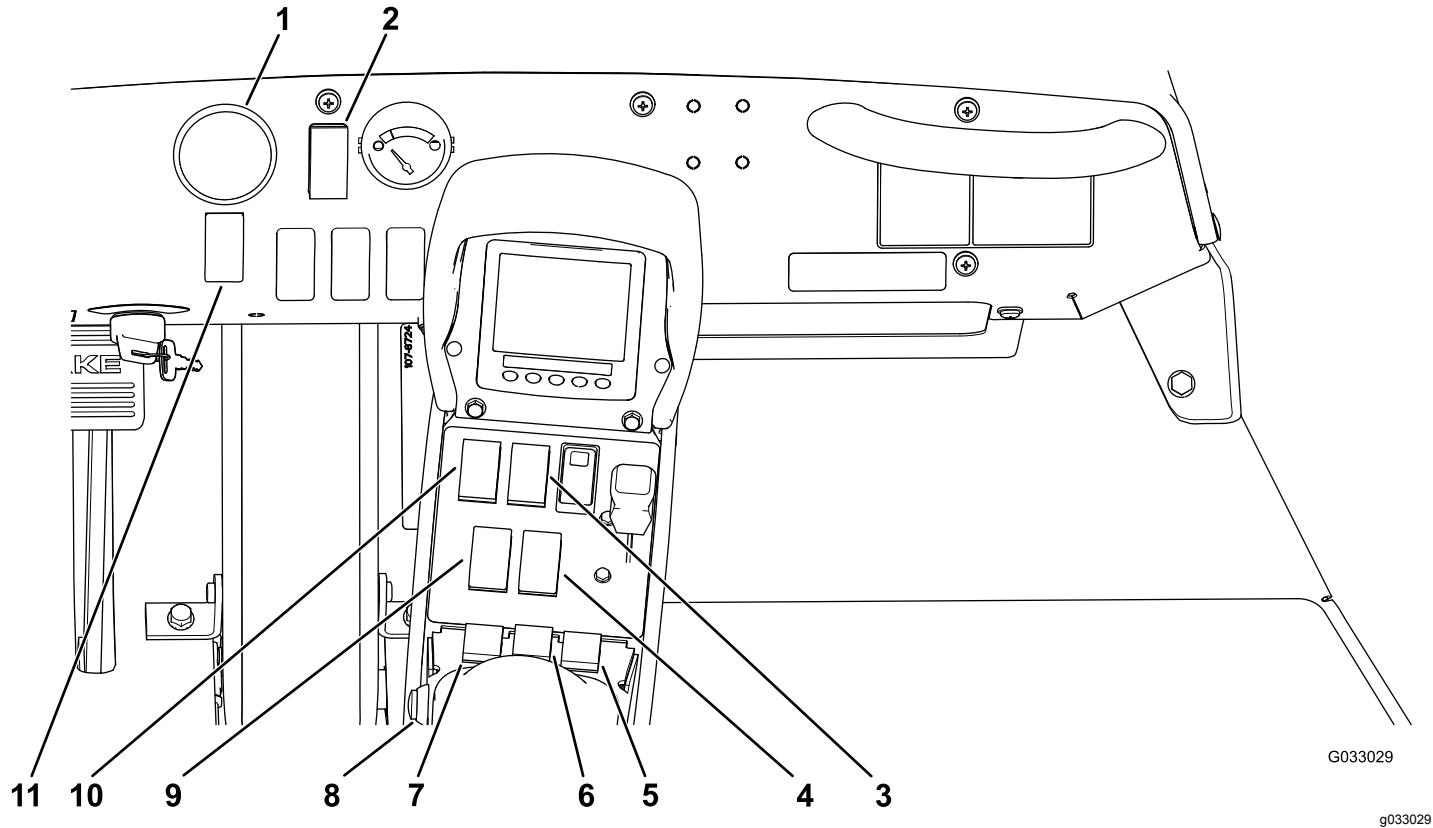
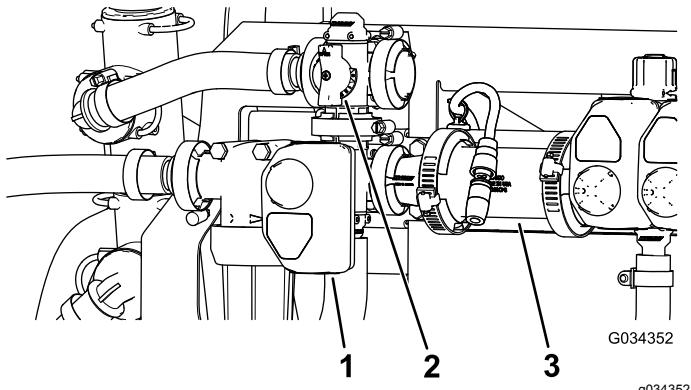

Figura 10
Figura 11
El interruptor del caudal de aplicación está situado en el salpicadero, a la derecha del volante (Figura 10). Pulse y mantenga pulsado el interruptor hacia adelante para aumentar el caudal o presión de aplicación, o púlselo y manténgalo pulsado hacia atrás para reducir el caudal o presión de aplicación.
El manómetro (Figura 10) está situado en el salpicadero. Este indicador muestra la presión del fluido del sistema de fumigación en psi y kPa.
El interruptor maestro está situado en la consola central de la máquina. Le permite iniciar o detener la operación de fumigación. Accione el interruptor para activar o desactivar el sistema de fumigación (Figura 10).
Los interruptores de sección de brazo están situados en la consola central, en la parte delantera del reposabrazos (Figura 10). Mueva cada interruptor hacia adelante para activar el tramo de brazo correspondiente y hacia atrás para desactivarlo. Cuando el interruptor está en la posición de ACTIVADO (ON), aparece un ícono en el InfoCenter.
El interruptor de la bomba está situado en la consola central, a la derecha del asiento (Figura 10). Mueva este interruptor hacia adelante para poner en marcha la bomba, o hacia atrás para parar la bomba.
Los interruptores de elevar/bajar brazo están situados en la consola central, a la derecha del asiento y se utilizan para elevar o bajar los brazos izquierdo y derecho (Figura 10).
El interruptor de la bomba está situado en la consola central, a la derecha del asiento (Figura 10). Mueva este interruptor hacia adelante para activar la agitación en el depósito, o hacia atrás para detener la agitación. Cuando el interruptor está activado, se enciende la luz del interruptor. Para activar la agitación, es necesario encender la bomba del sistema de fumigación y poner en marcha el motor a una velocidad superior a la de bajo ralentí. La válvula de agitación está situada detrás del depósito (Figura 11).
La válvula de desvío de agitación redirige el caudal de fluido a la bomba del sistema de fumigación cuando se desactiva la agitación (Figura 11). La válvula de desvío de agitación está situada encima de la válvula de agitación. Puede ajustar la válvula de desvío para que la presión permanezca constante durante la activación o desactivación de la agitación; consulte Calibración de la válvula de desvío de agitación (página 47).
El medidor de caudal mide el caudal del fluido para su uso por parte del sistema InfoCenter (Figura 11).